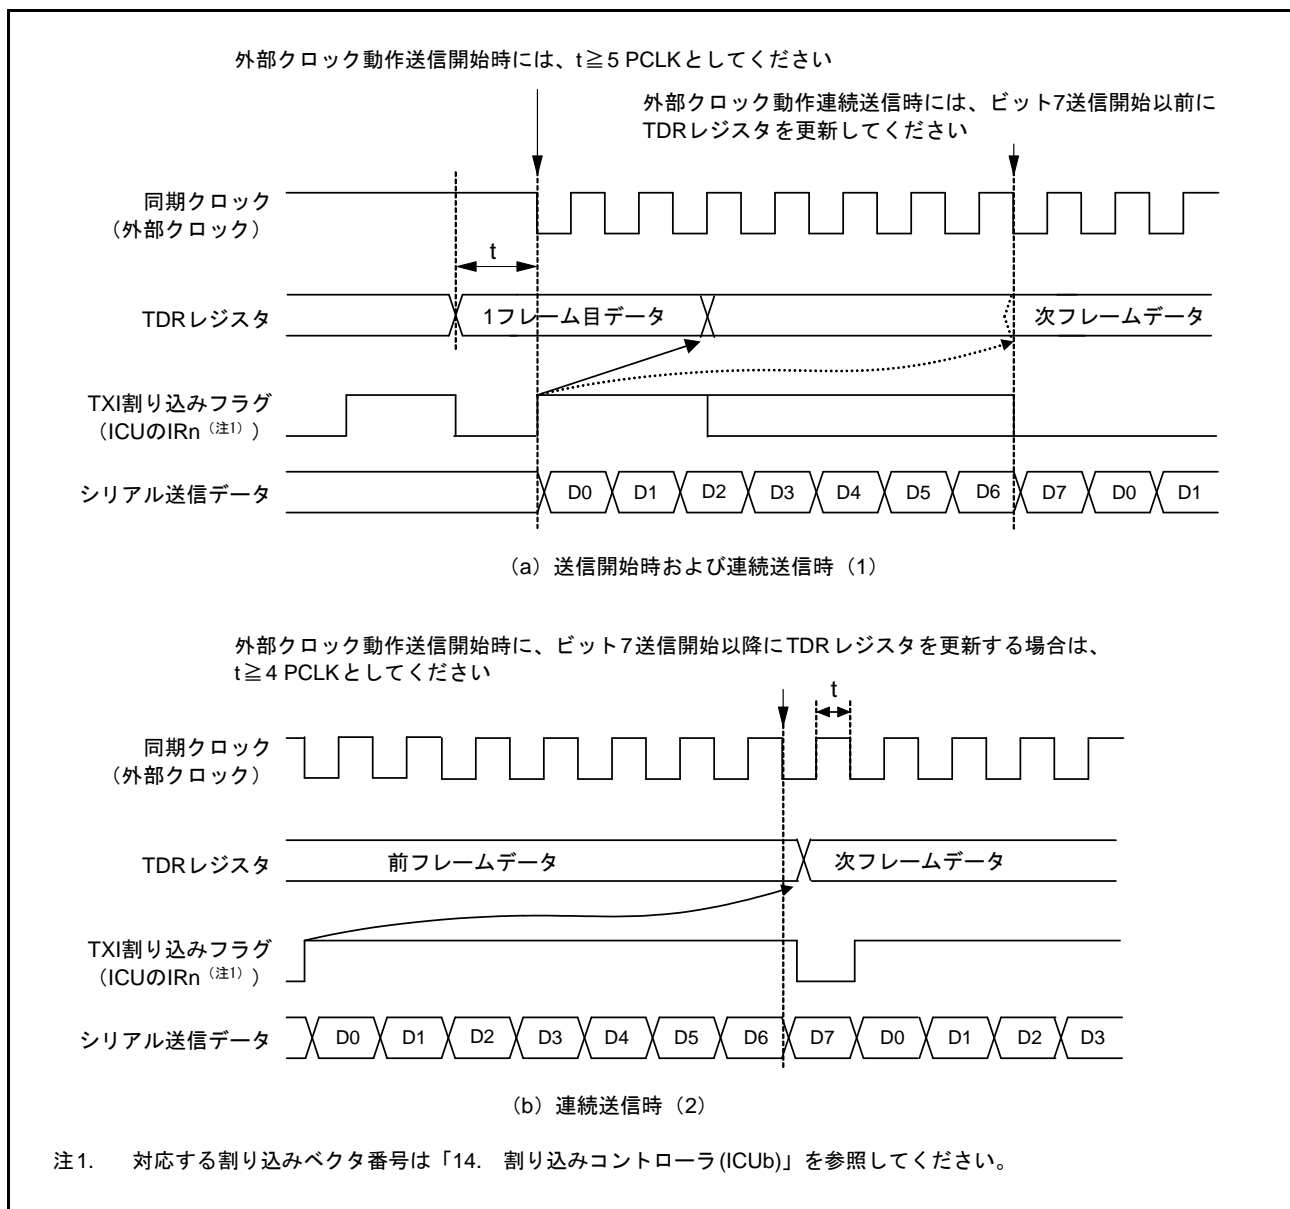

図 28.76 クロック同期式モード送信での外部クロック使用の制約事項
CPU、DMAC または DTC による TDR レジスタの更新後、PCLK で 5 クロック以上経過した後に送信クロックを入力してください (図 28.76 参照)。
(2) 連続送信時
- ビット7の送信クロックの立ち上がり以前に、TDR レジスタまたは TDRL レジスタに次の送信データを書き込んでください (図 28.76 参照)。
- ビット7送信開始以降に TDR レジスタを更新する場合は、同期クロックが Low の期間に TDR レジスタを更新し、かつビット7の送信クロックの High 幅を、4 PCLK 以上にしてください (図 28.76 参照)。